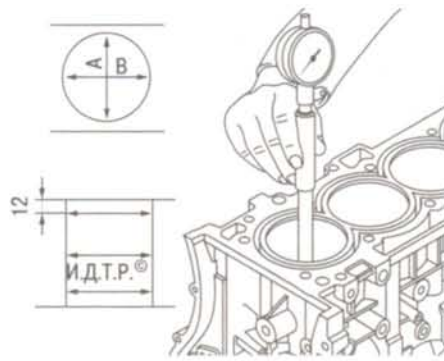

Рис. 5.27. Схема измерения цилиндра
7. Измерьте диаметр цилиндра в двух взаимно перпендикулярных плоскостях (рис. 5.27) (В – вдоль, А – поперек блока цилиндров) и в трех поясах (на расстоянии 12 мм от верхней привалочной поверхности блока цилиндра, в средней и нижней частях цилиндра). Для этого необходим специальный измерительный прибор – нутромер. Овальность